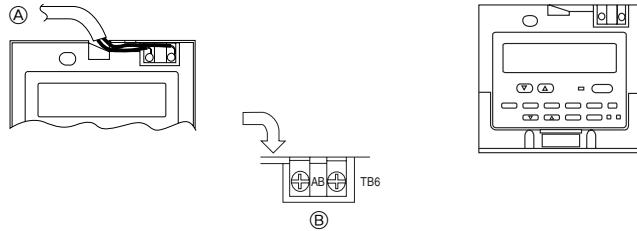

Fig. 9-4
- ② Parete
- ③ Condotto
- ④ Controdado
- ⑤ Boccola
- ⑥ Scatola degli interruttori
- ⑦ Cavo del comando a distanza
- ⑧ Sigillare con mastice
- ⑨ Vite per legno
2) Procedure di collegamento (Fig. 9-4)
① Collegare il cavo del telecomando al blocco terminale.
② Alla morsettiera dell'unità interna
③ TB6 (Assenza di polarità)